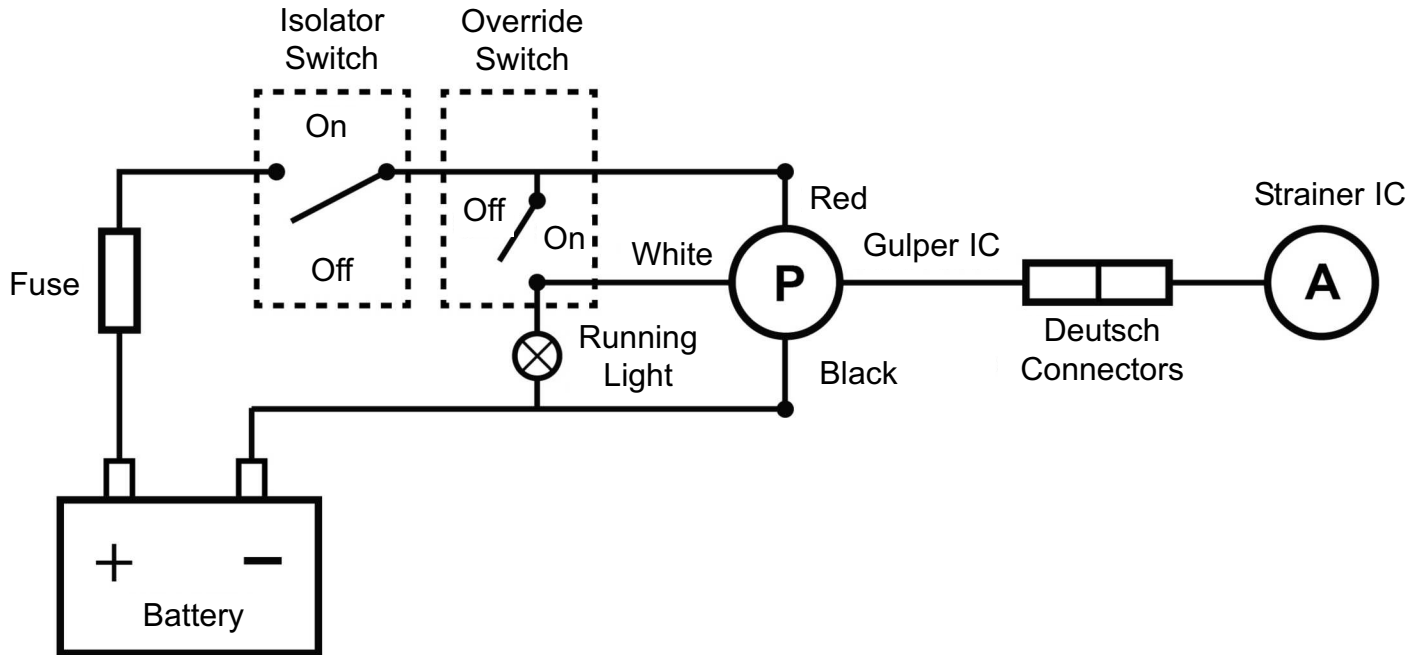

Fig 7 Wiring Gulper® IC to Whale Strainer IC
- FIG 7 WIRING GULPER® IC TO STRAINER IC
(see Fig 7)